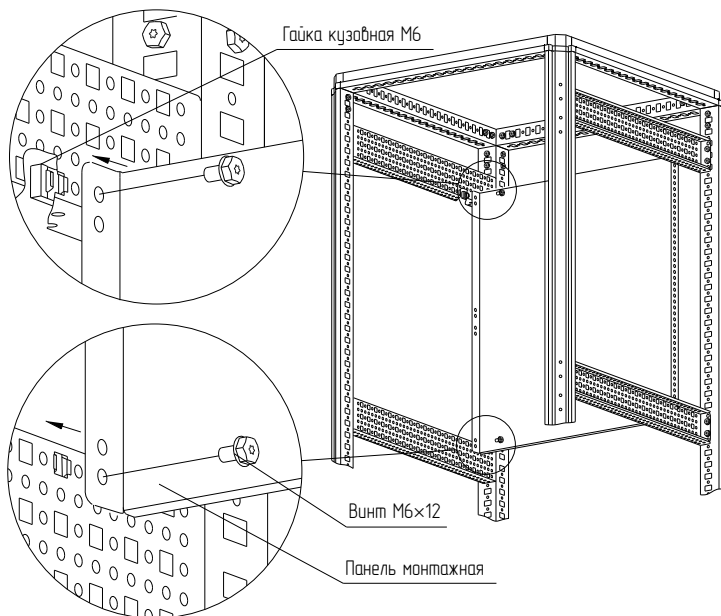

Рисунок 16
- вариант 2. Набором «Закладная гайка М6 – винт М6×12 – шайба 6.4». Для этого предварительно установите закладные гайки в квадратные отверстия реек монтажных и закрепите панель монтажную винтами М6×12 с шайбами 6.4 (Рисунок 16). Момент затяжки – 7 Н·м. Набор крепежа приобретается отдельно.